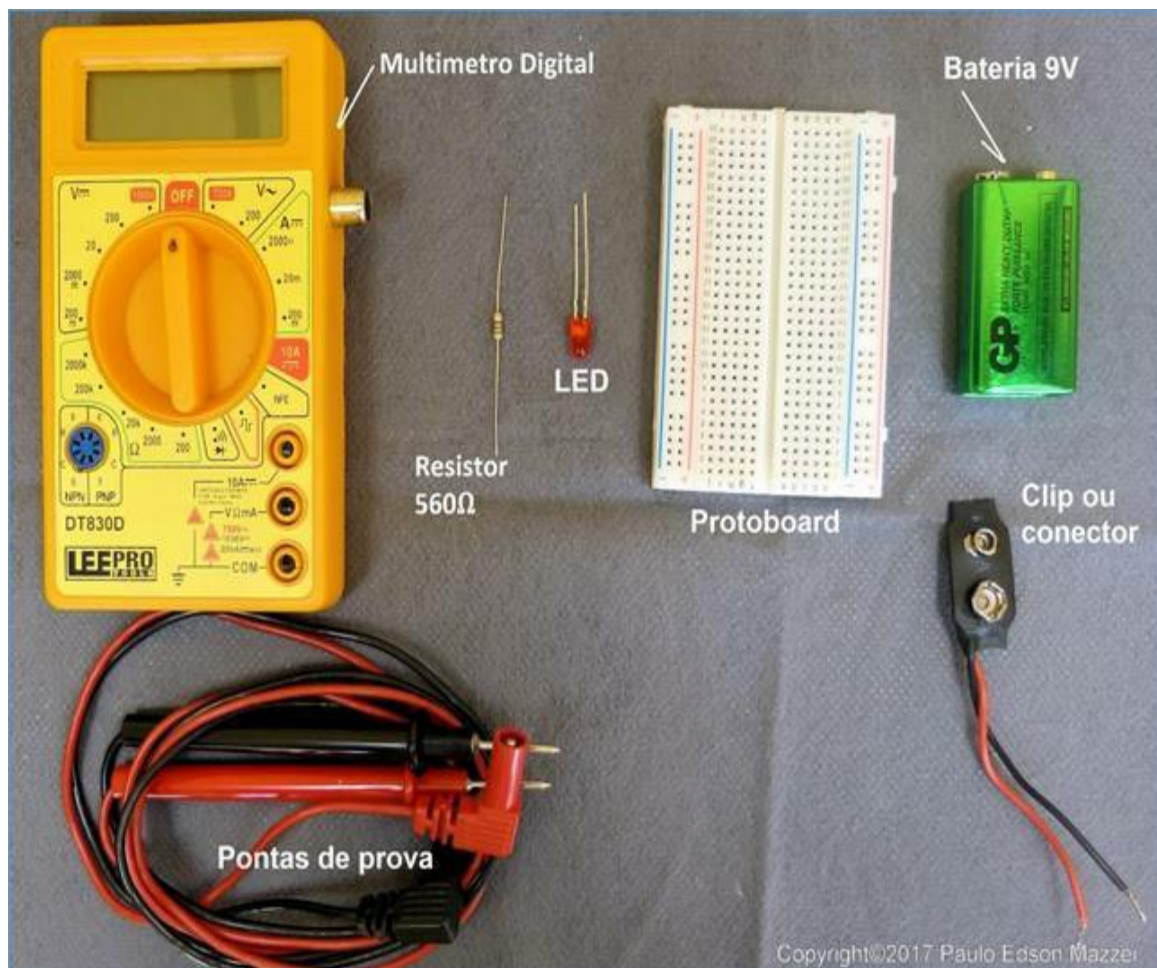

Figura 23 - Componentes para a experiência.
3. Encoste as pontas de prova uma na outra e o mostrador de LCD irá mostra uma leitura de “**0**” ohms. Como as pontas estão curto-circuitadas, a resistência é **zero**. Veja os componentes eletrônicos que você vai precisar na **figura 23**.